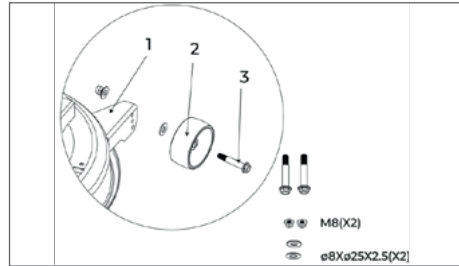

Рис. 12
6.11. Установка противоскользящих колёс (рис.12)
- Установите противоскользящие колёса (рис. 12, поз. 2) на корпус рамы (рис. 12, поз. 1) с помощью болта (рис. 12, поз. 3) и шайбы ($\varnothing 8 \times \varnothing 25 \times 2.5$), гайки (МВ). Прodelайте аналогичную операцию, с другой стороны.